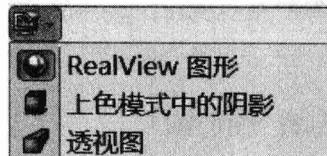

图 1-17
(9) 视图设定 提供以下能力选择，包括 RealView 图形、上色模式中的阴影和透视图，如图 1-17 所示。
(10) 旋转视图 旋转一个视图的能力。
(11) 三维工程图视图 动态地操作工程图视图从而进行选择的能力。